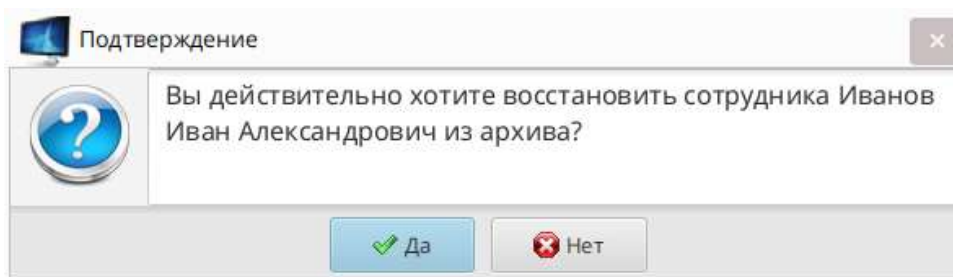

Рис. 46
7.5.4. В открывшемся окне «Подтверждение» (Рис. 46) подтвердить свои действия, нажав на кнопку «Да» (либо кнопку «Нет» для отмены действий).